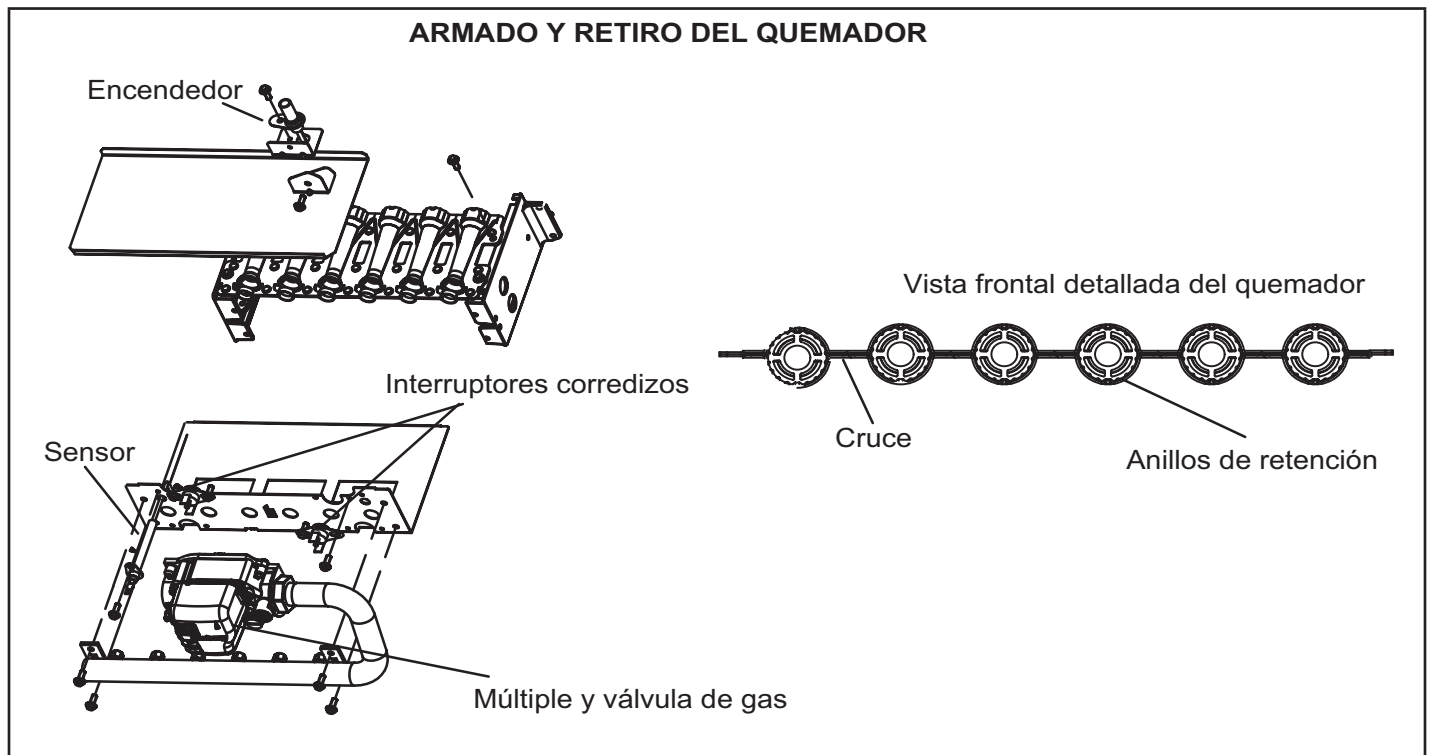

FIGURA 40
- 4 - Para limpiar los quemadores, utilice una aspiradora con un cepillo blando sobre la superficie de los quemadores. Inspeccione visualmente dentro de los quemadores y cruces para detectar algún bloqueo causado por materias extrañas. Quite cualquier bloqueo. En la FIGURA 40, se muestra el detalle del quemador.